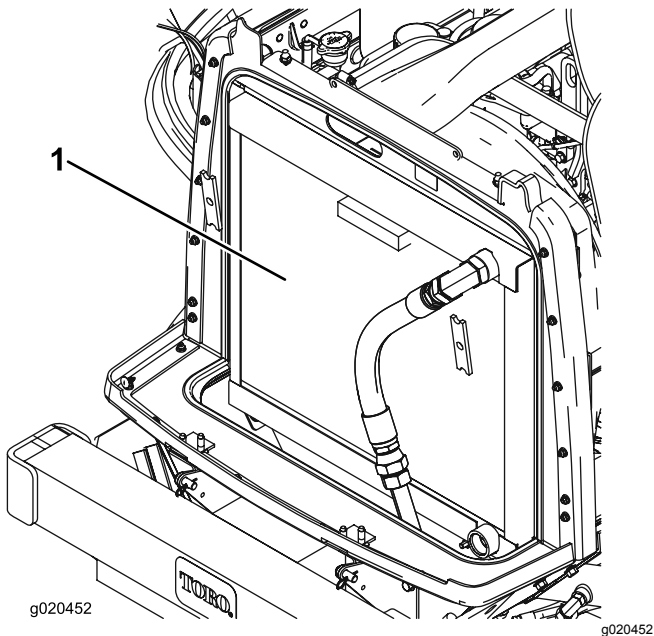

Figura 96
3. Limpe ambos os lados do radiador/dispositivo de arrefecimento de óleo com ar comprimido (Figura 96).